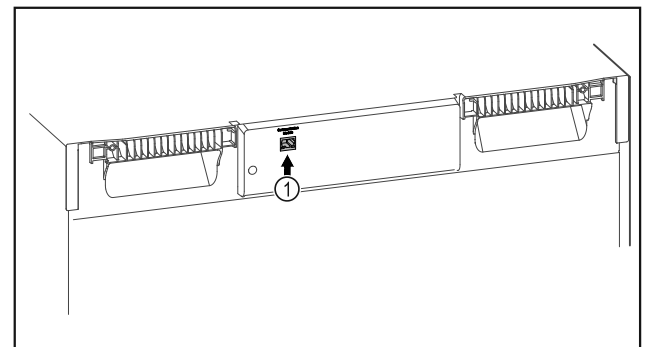

Fig. 121
- Το SmartModule Fig. 121 (1) χρησιμοποιείται.